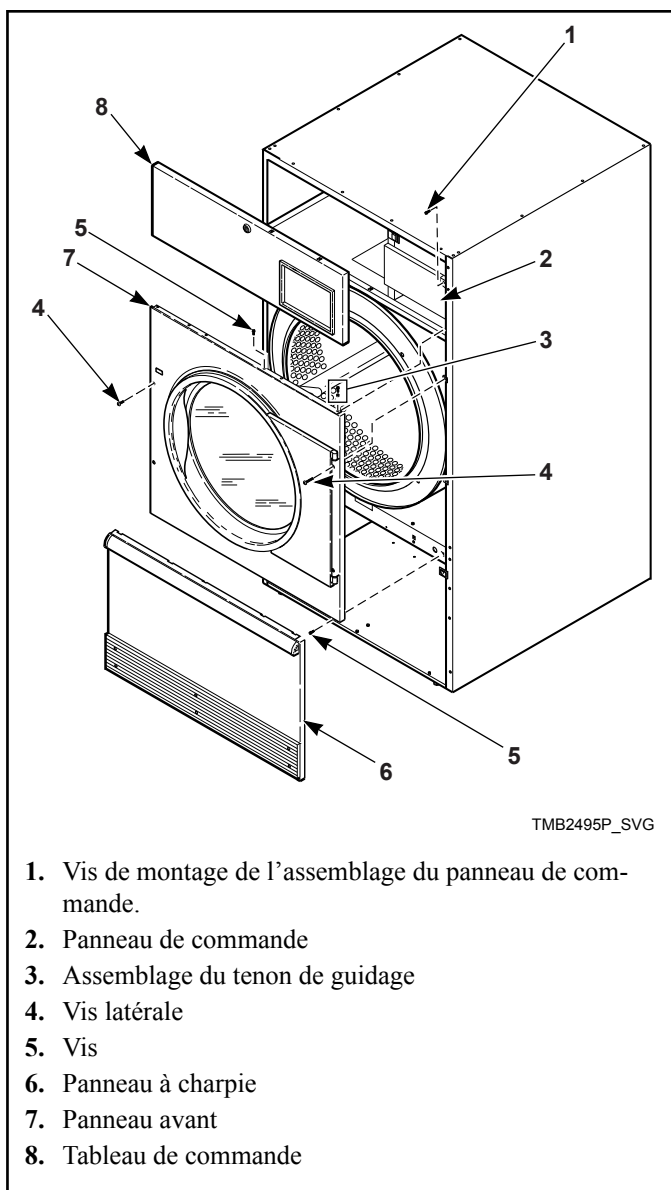
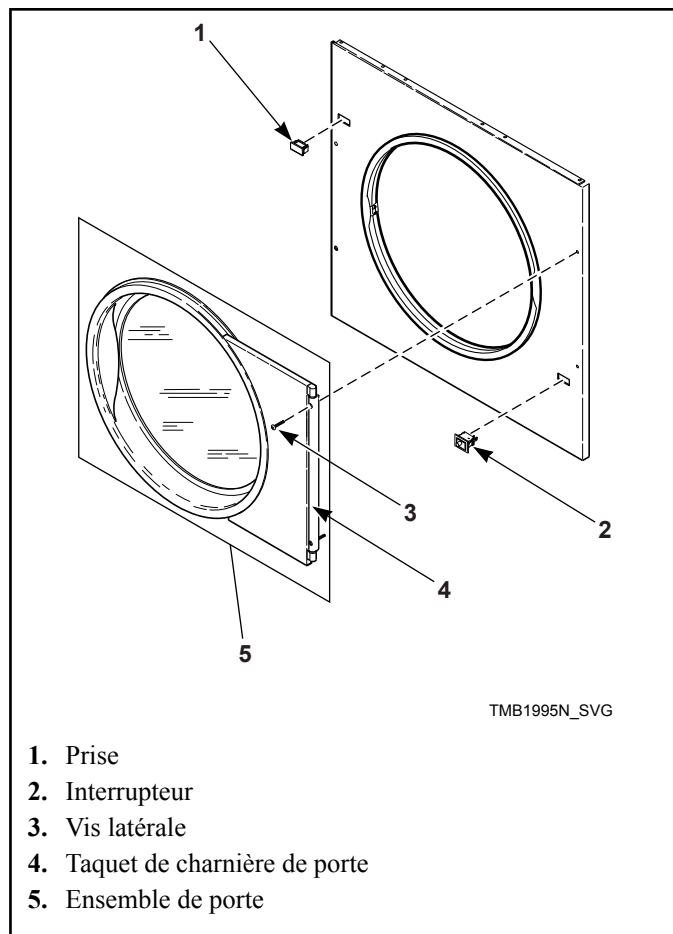

Figure 7
Figure 8
2. Déverrouiller et retirer le panneau de commande. Retirer les deux vis maintenant le panneau de commande à la partie droite. Ouvrir le panneau de commande en le faisant pivoter afin d'accéder à l'assemblage du tenon de guidage droit de la colerette supérieure. Se reporter à la *Figure 7*.
4. Retirer quatre vis de fixation de panneau avant. Se reporter à la *Figure 7*. Laisser les cames de charnière de porte sur la charnière de porte. Tirer le taquet et l'ensemble de porte comme s'il s'agissait d'une seule pièce. Se reporter à la *Figure 8*.
5. Retirer les vis de fixation de panneau avant restantes. Se reporter à la *Figure 7*. Déconnecter le faisceau d'interrupteur de porte de l'interrupteur. Retirer le panneau d'accès avant. Se reporter à la *Figure 8*.
6. Échanger l'emplacement de l'interrupteur et de la prise. Appuyer sur les onglets à l'aide de pinces réglables afin de retirer la prise et l'interrupteur du panneau avant. Réinstaller l'interrupteur en orientant le bouton vers le centre de la machine. Réinstaller la prise à l'ancien emplacement de l'interrupteur. Se reporter à la *Figure 8*.